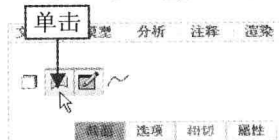

图 9-98 单击“曲面”按钮
Step 01 按【Ctrl+N】组合键，新建图形文件，在“功能区”选项板的“模型”选项卡中，单击“形状”面板中“形状”右侧的下拉按钮，在弹出的列表中选择“混合”选项，弹出“混合”选项卡，单击“曲面”按钮 ，如图 9-98 所示。